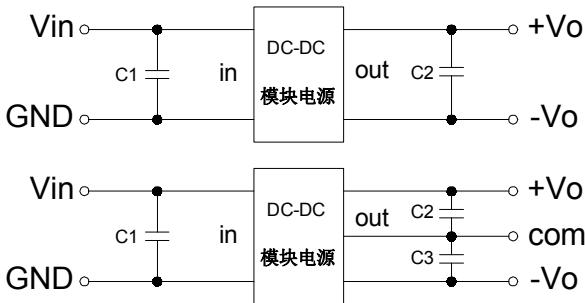

图 3
① 输出负载要求
② 推荐电路
- a、为确保有效减少输入输出纹波和噪声，可在输入输出端连接一个电容滤波网，应用电路见下图 3；但应选用合适的滤波电容，若电容过大，可能影响产品启动，为确保每一路输出在安全可靠的条件下工作，推荐容性负载值详见下表 1。（但对于实际输出功率小于 0.5W 的应用电路，建议不外接电容）